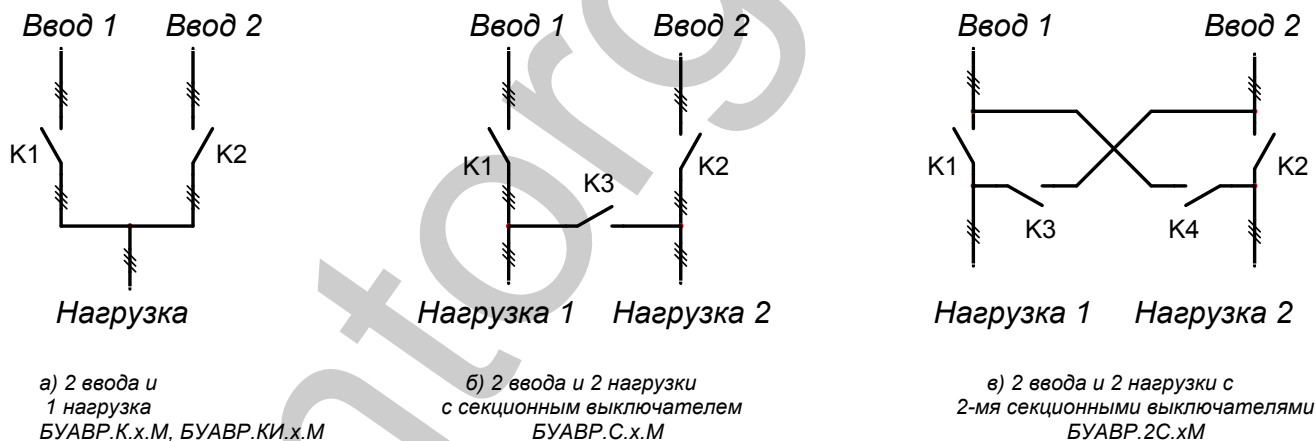

Рис. 1. Структурные схемы АВР и модификации предназначенных для них БУАВР
- 2.1.1. Структурные схемы АВР и модификации предназначенных для них блоков БУАВР приведены на рис. 1.
- 2.1.2. БУАВР.К.х.М и БУАВР.КИ.х.М предназначены для работы в составе АВР с двумя вводами и одной нагрузкой. Рис. 1.а. БУАВР.К.х.М имеет 4 группы выходных контактов, что позволяет управлять цепями включения и отключения автоматических выключателей без дополнительных промежуточных реле. БУАВР.КИ.х.М имеет 2 группы выходных НО контактов для управления силовыми коммутационными аппаратами и 2 группы НО контактов для индикации состояния вводов.
- 2.1.3. БУАВР.С.х.М предназначен для работы в составе АВР с двумя вводами, двумя нагрузками, с секционным выключателем. Рис. 1.б. БУАВР имеет 3 группы выходных НО контактов для управления силовыми коммутационными аппаратами.
- 2.1.4. БУАВР.2С.х.М предназначен для работы в составе АВР с двумя вводами, двумя нагрузками, двумя секционными выключателями. Рис. 1.в. БУАВР имеет 4 группы выходных НО контактов для управления силовыми коммутационными аппаратами.